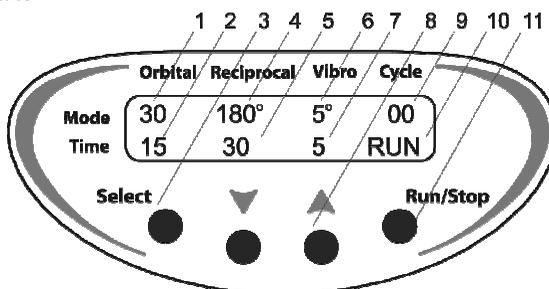

Abb. 2 Vorderseite
- 4.4. Drücken Sie die Taste **Run/Stop** (Laufen/Stop) (Abb. 2/11), um das Programm zu starten.
- 4.5. Die Bewegung der Plattform startet und die entsprechenden Anzeigen (RUN [Laufen] (Abb. 2/10), Countdown des Zyklus (Abb. 2/9), die sich ändernden Zeitwerte (Abb. 2/2 oder 2/5)) erscheinen auf dem Display.
- 4.9. Falls keine Anzahl von Zyklen eingestellt ist (Anzahl der Zyklen (Abb. 2/9) zeigt null an), startet durch Drücken der Taste **Run/Stop** (Laufen/Stop) der kontinuierliche Betrieb, bis die Taste **Run/Stop** (Laufen/Stop) erneut gedrückt wird.
- 5.1. Drücken Sie die Taste **Select** (Auswählen) (Abb. 2/3), um die zu ändernden Parameter auszuwählen (der aktive Parameter blinkt).
- 5.2. Stellen Sie mit den Tasten ▲ und ▼ (Abb. 2/8) den gewünschten Wert ein (durch Drücken der Taste für länger als 2 Sek ändern sich die Werte schnell).
- 5.4. Sie müssen die Geschwindigkeit (Abb. 2/1), den Drehwinkel (Abb. 2/4, Abb. 2/6), die Dauer der jeweiligen Bewegungsart (Abb. 2/2, Abb. 2/5 und Abb. 2/7) und die Anzahl der Zykluswiederholungen (Abb. 2/9) einstellen.